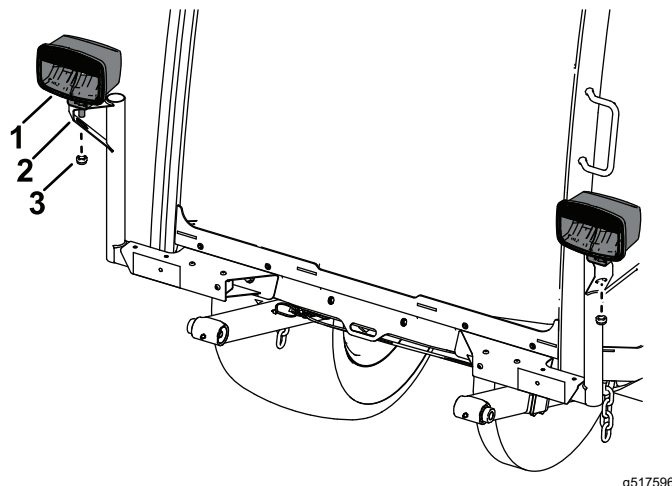

Figura 16
3. Fije el conjunto de luz izquierda y el conjunto de luz derecha en el bastidor de luz izquierda y el bastidor de luz derecha con la tuerca hexagonal en los conjuntos de luces (Figura 16).